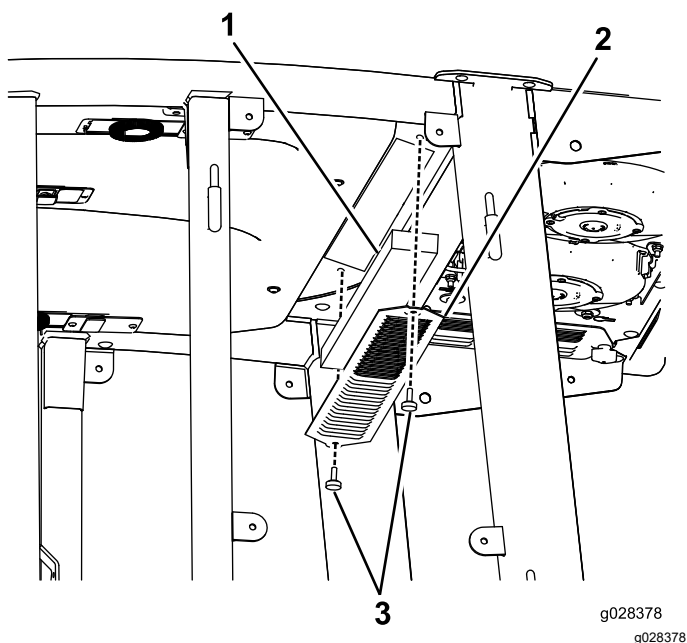

Figura 106
3. Retire el techo de la cabina tras quitar los 22 pernos que lo sujetan (Figura 106).
4. Retire los filtros de aire (Figura 106).
5. Retire y limpie los serpentines del aire acondicionado (Figura 106).